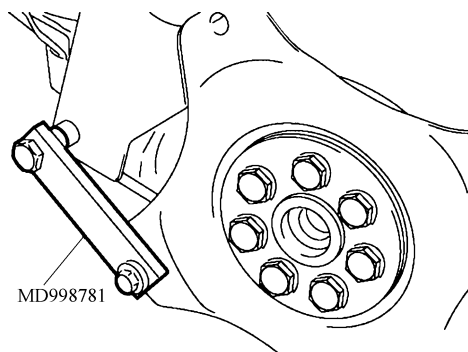

图 28-22 安装专用工具固定驱动盘
1) 如图 28-22 所示, 安装专用工具 MD998781, 固定驱动盘。